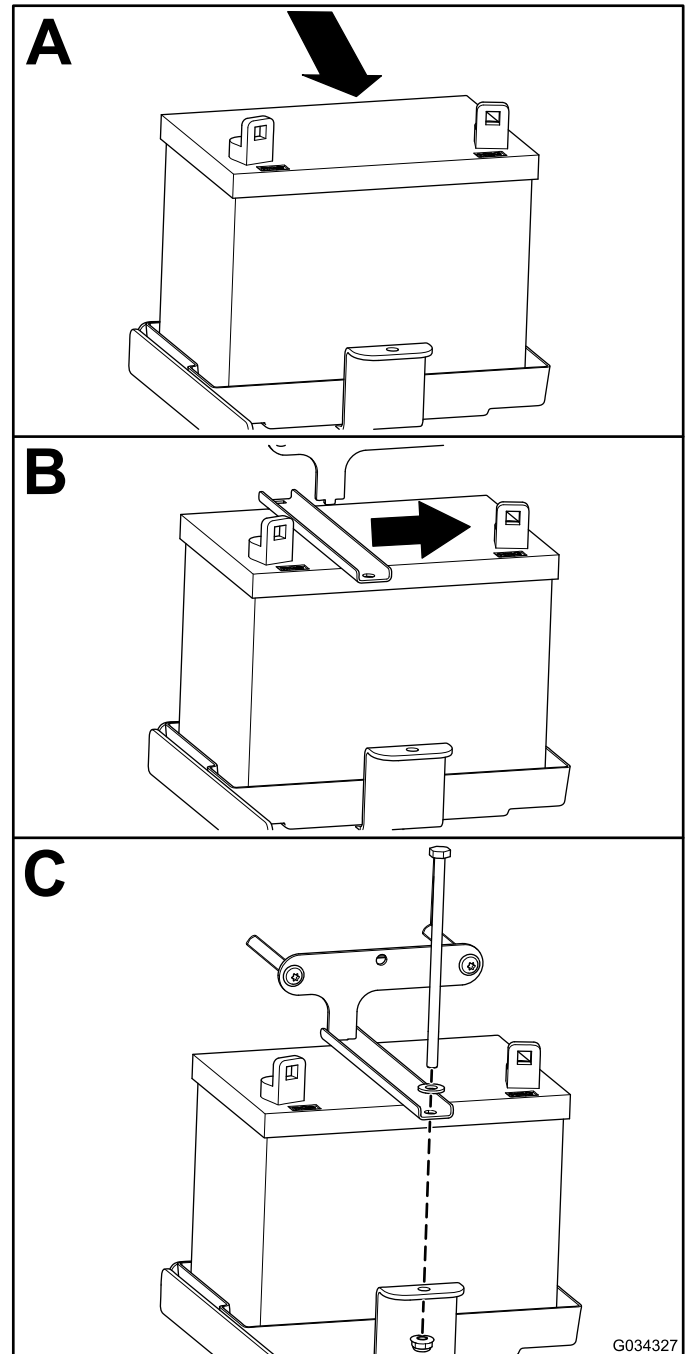

Figure 51
1. Reposez la batterie comme montré à la Figure 51.